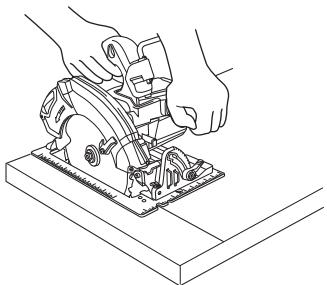
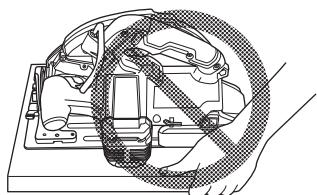

Fig. 2
Fig. 3
4. Coloque la parte más ancha de la base de la sierra sobre la parte de la pieza de trabajo que está firmemente soportada, y no sobre la sección que cae al finalizar el corte. Como ejemplos, en la Fig. 2 se muestra la manera CORRECTA de cortar el extremo de una tabla, y en la Fig. 3, la manera INCORRECTA. Si la pieza de trabajo es demasiado corta o pequeña, fíjela. ¡NO INTENTE SUJETAR PARTES CORTAS CON LA MANO!